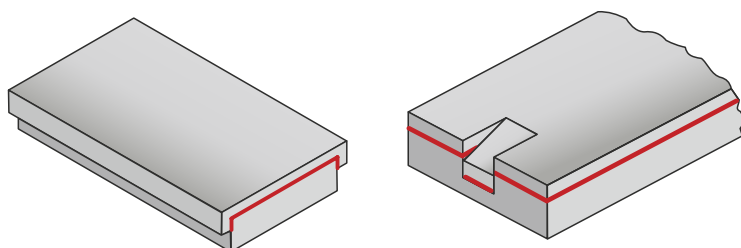

Fig. 39: Fixação mecânica de placas de deslizamento DP4
- fixação mecânica (vide Fig. 39).